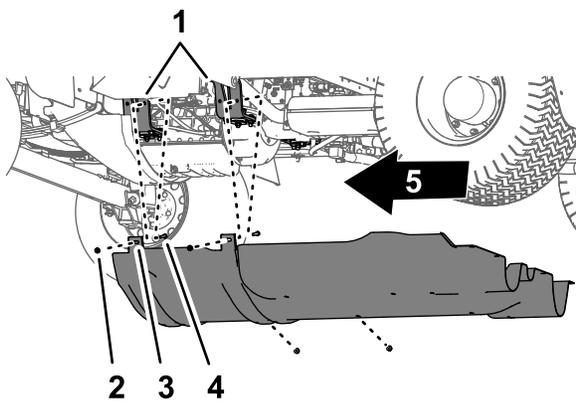

Bild 60
- Nehmen Sie die vier Sicherungsbundmutter (5/16") von den Schrauben und der Schlossschraube ab, mit denen die Befestigungsnasen der Fahrwerkabdeckung an den Befestigungshalterungen des Motors der Maschine befestigt sind (Bild 60).
- Nehmen Sie die Fahrwerkabdeckung von der Maschine ab (Bild 59 und Bild 60).
- Fluchten Sie die Fahrwerkabdeckung mit dem unteren Chassis der Maschine aus, siehe Bild 60 in Entfernen der Fahrwerkabdeckung (Seite 53).
- Schieben Sie die Befestigungsnasen der Fahrwerkabdeckung über die Schrauben und die Schlossschraube an den Motorbefestigungshalterungen der Maschine, siehe Bild 60 in Entfernen der Fahrwerkabdeckung (Seite 53).
- Befestigen Sie die Fahrwerkabdeckung mit den vier Sicherungsbundmutter (5/16"), die Sie in Schritt 2 von Entfernen der Fahrwerkabdeckung (Seite 53) entfernt haben, an den Befestigungshalterungen des Motors (Bild 60).